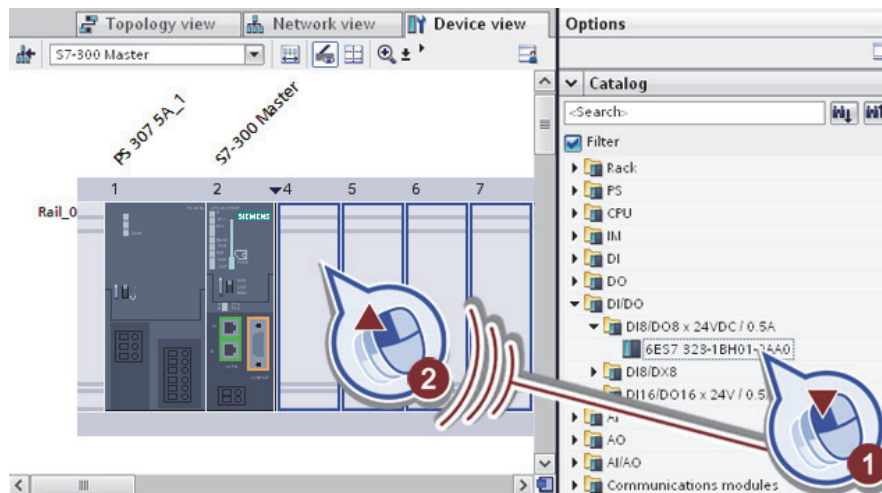

Рис. 1.10. Установка модуля цифрового ввода/вывода
– в каталоге аппаратного обеспечения открываем вкладки «DI/DO» < «DI8/DO8 x 24VDC / 0,5 A» и перетаскиваем модуль цифрового ввода / вывода «6ES7 323-1BH01-0AA0» в слоте 4 (рис. 1.10);